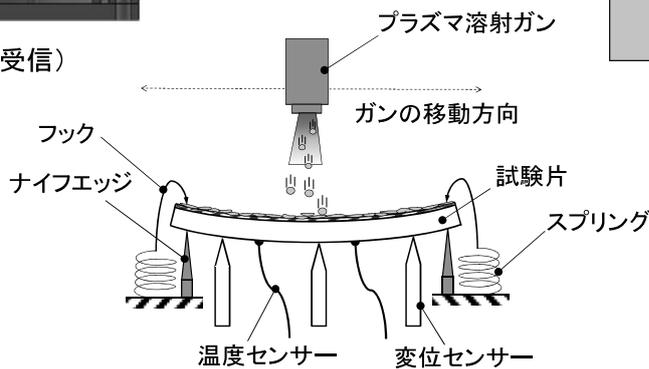

図3
- ▶プラズマ成膜過程中の曲率を用いた遮熱コーティングの残留応力形成機構の研究（図3）